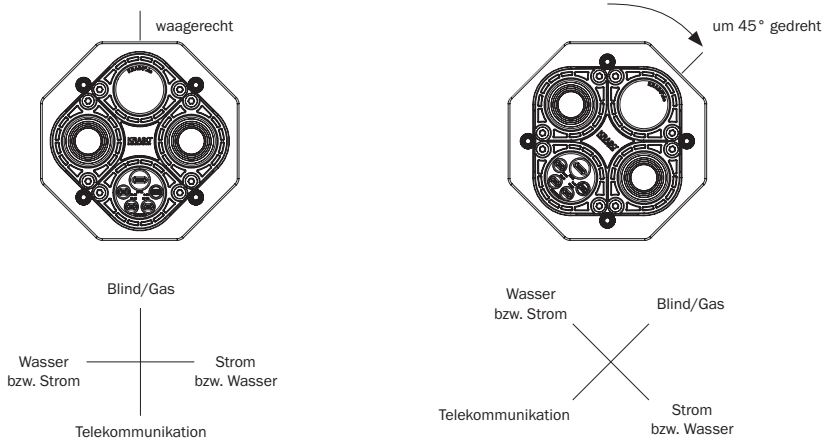

Abbildung 5.2: Anordnung der Anschlüsse beim Innendichtelement
- Je nach örtlicher Gegebenheit bzw. Vorgabe des Versorgers kann das Innendichtelement waagrecht oder um 45 Grad gedreht montiert werden. Bitte stimmen Sie dies vor der endgültigen Installation ab (s. Abbildung 5.2).